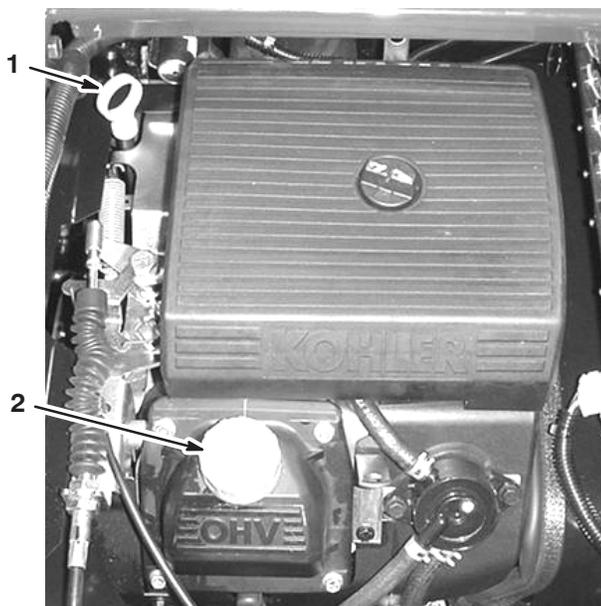

Figure 5
- Retirez la jauge et essuyez-la sur un chiffon propre (Fig. 5). Remettez la jauge dans le tube en vérifiant qu'elle est enfoncée au maximum. Sortez de nouveau la jauge et vérifiez le niveau d'huile.
- Si le niveau d'huile est bas, retirez le bouchon de remplissage du couvre-culasse (Fig. 5) et ajoutez la quantité d'huile nécessaire pour amener le niveau au repère maximum sur la jauge. Reportez-vous à la section Vidange de l'huile moteur et remplacement du filtre, page 33, pour connaître le type d'huile et la viscosité qui conviennent. Versez l'huile lentement et vérifiez souvent le niveau durant la procédure. **Ne remplissez pas excessivement.**